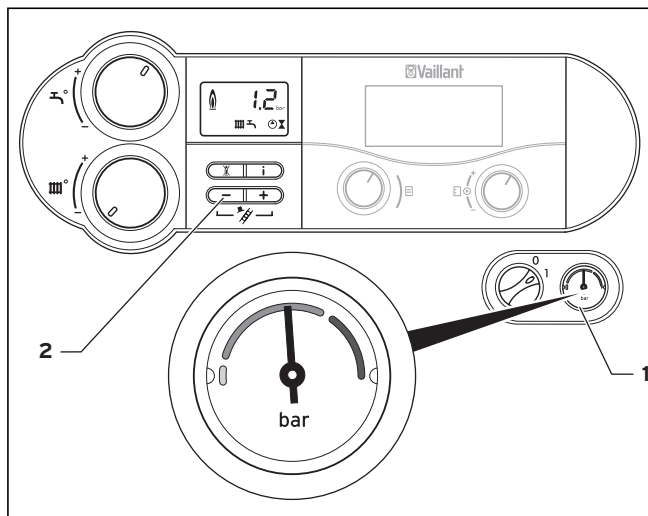

Fig. 6.1 Verificarea presiunii de umplere a instalației de încălzire
Pentru o funcționare ireproșabilă a instalației de încălzire manometrul (1) trebuie să stea la jumătatea superioară a domeniului gri închis atunci când instalația este rece (vezi Fig. 6.1). Aceasta corespunde unei presiuni de umplere între 1,0 și 2,0 bar.